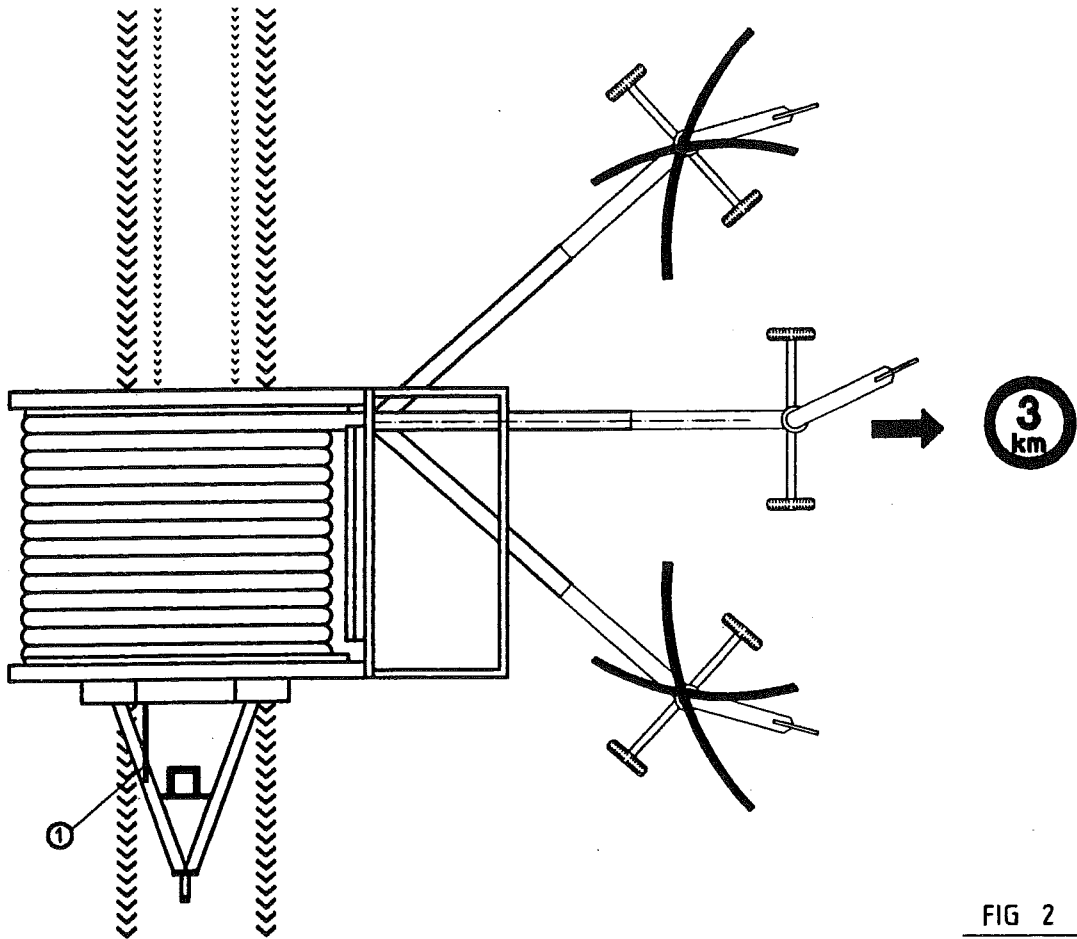

FIG 2
- \* 1 Låsepalen ved tandkransen løsnes (fig 2, pos 1).
- \* 3 Låsepalen låses (fig 2, pos 1).